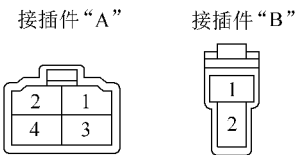

图 19-44 检查后加热器鼓风机电阻器
(2) 检查后加热器鼓风机电阻器。后加热器鼓风机电阻器的接插件如图 19-44 所示。其端子的导通情况见表 19-7。